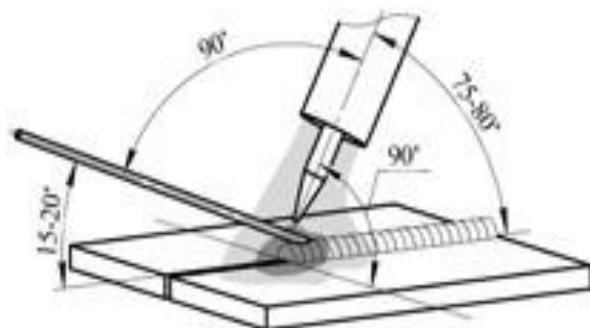

Рис. 9.3. Угол наклона горелки.
Сварку обычно выполняют справа налево. При сварке без присадочного материала электрод располагают перпендикулярно к поверхности свариваемого металла, а с присадочным материалом - под углом. Присадочный пруток перемещают впереди горелки (см. рис. 9.3.).
**При аргонодуговой сварке также следует не забывать про противоположный угол наклона горелки (см. рис. 9.3.) - это влияет на формирование сварочного шва.